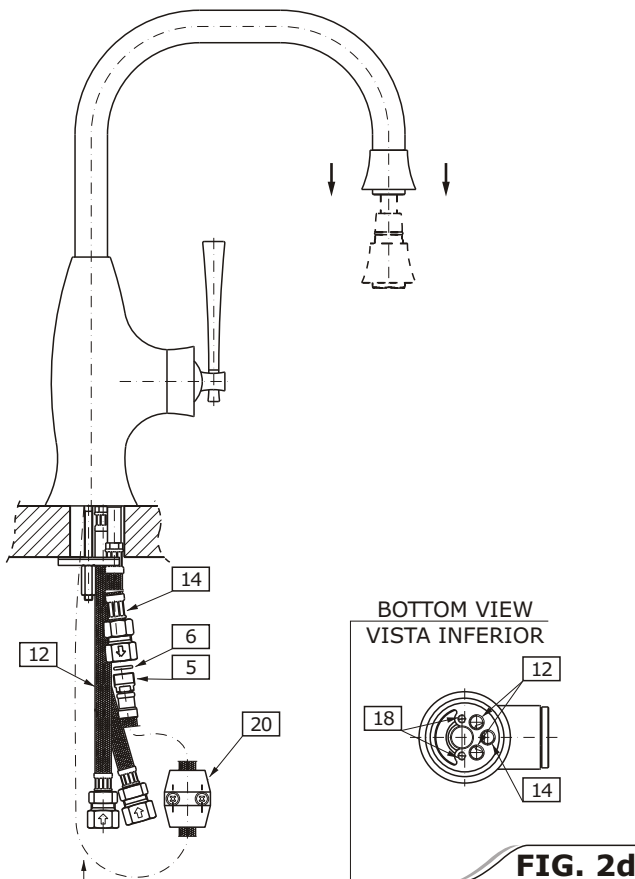

FIG. 2d
- For **BOLLERO 4830** Model (see fig.2d & exploded diagram on fig.D)
- ➔ Screw stud bolts (18) into small holes of the faucet
- ➔ Insert the rubber washer (16), steel washer (17) on the stud bolt (18), and then screw the nut (19).
- ➔ Complete the installation by connecting the hose (14) and outlet check valve (15) with shower hose (5) making sure to install the seal (6).
- ➔ In order to ensure a slide run long enough to pullout the shower head attach the hose weight (20), just above the bend (use screws provided).
- ➔ Connect the flexible hoses (12) and inlet check valves (13) with supply pipe installation. Please check the label on a hose for identification of hot (red sticker) or cold (blue sticker) water.
- Para el modelo **BOLLERO 4830** (vea fig 2d y fig D)
- ➔ Entornillar el tornillo (18) en los agujeros pequeños.
- ➔ Coloque la arandela de goma (16), y la arandela metálica (17) en el tornillo (18) entonces ajustar la tuerca (19).
- ➔ Complete la instalación conectando a la manguera (14) y válvula de chequeo de éxito (15) a la manguera de la ducha (5) asegurándose de colocar la empaquetadura (6).
- ➔ Para asegurar un buen deslice al tirar de la ducha, instale el peso de la manguera (20), apenas sobre la curva (use los tornillos proporcionados).
- ➔ Conecte las mangueras flexibles (12) y la válvula de chequeo de entrada (13) a las tuberías de instalación proporcionadas. Comprobar la etiqueta de la manguera para identificar si es para agua caliente (etiqueta roja) o agua fría (etiqueta azul).